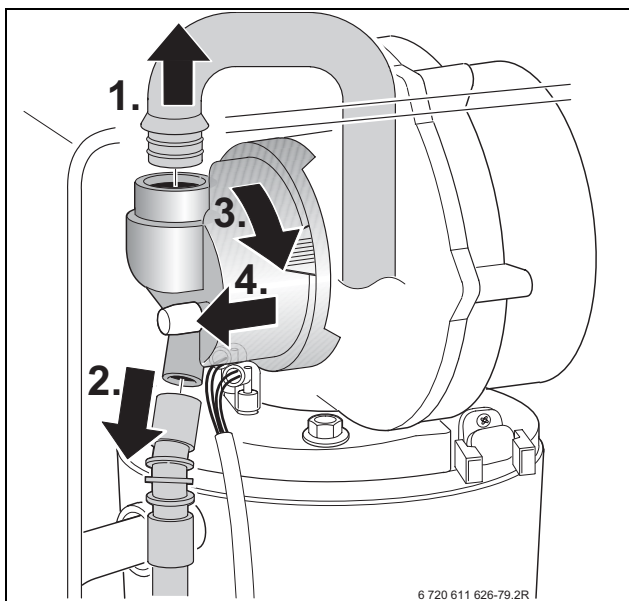

Bild 47
- ▶ Saugrohr ausbauen und Gasrohr an der Mischeinrichtung abziehen, → Bild 47.
- ▶ Mischeinrichtung (1) nach Bild 47 ausbauen.
- ▶ Membran (2) auf Verschmutzung und Risse prüfen.